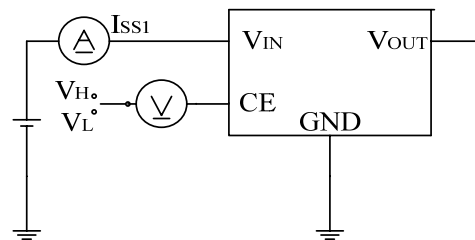

图2
- 3 ISS1:VIN=18V CE=GND 无负载时, 图 2 中电流表的电流值